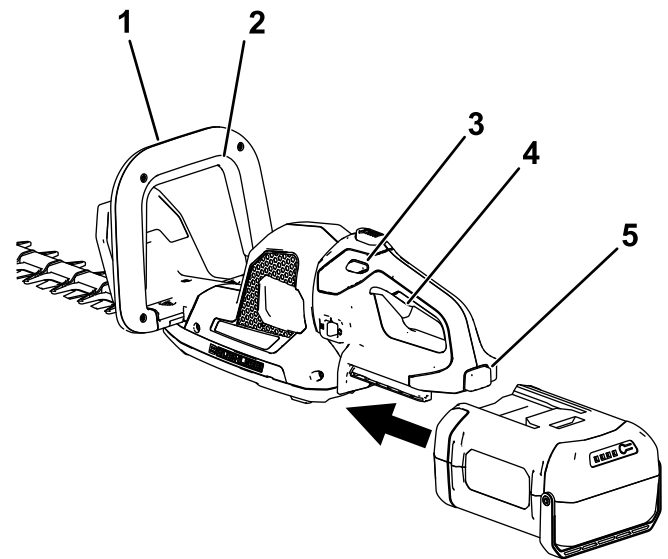

Figura 6
acumulatorul în mâner până când elementul de fixare se blochează în poziție (Figura 6).
4. Puneți o mână pe mânerul declanșatorului. Puneți cealaltă mână pe mânerul auxiliar (Figura 6).
5. Apăsăți comutatorul de blocare și apoi apăsați comutatorul declanșatorului în timp ce acționați comutatorul mânerului auxiliar pentru a porni maina de tuns gard viu (Figura 6).
Maina de tuns gard viu rămâne pornită atât timp cât comutatorul mânerului auxiliar este acționat și este apăsat declanșatorul. Puteți elibera comutatorul de blocare atunci când maina de tuns gard viu este în funcțiune (Figura 6).
Pentru a opri maina de tuns gard viu, eliberează declanșatorul sau comutatorul mânerului auxiliar (Figura 6). Lăsați să treacă cel puțin 5 secunde pentru ca lama să se oprească din mișcare.